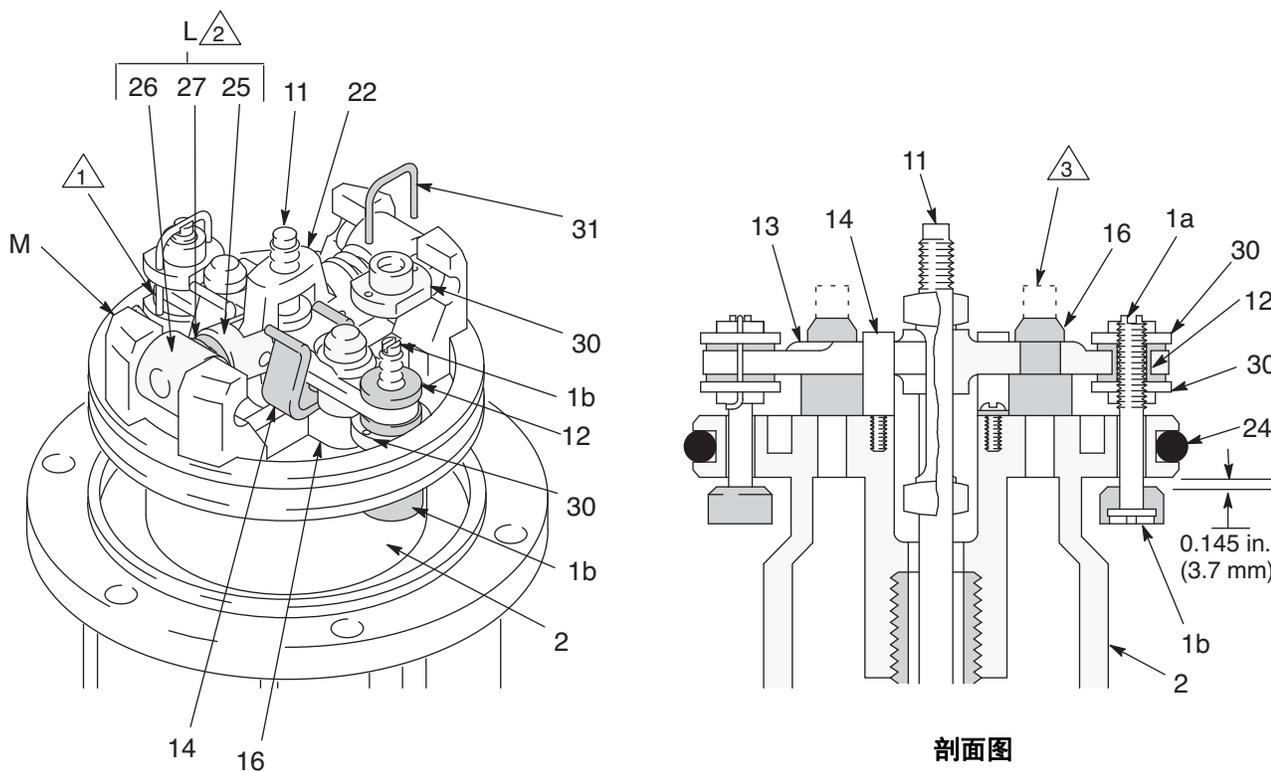

图 5
9. 使用螺丝刀向下推脱扣杆叉架 (22)，然后向下扳动扳钮。从输送阀的调节螺母 (30) 上拆下锁紧线 (31)。拧下顶部螺母。将阀杆 (1a) 拧出索环 (12) 和底部螺母。将阀座提升阀 (1b) 从阀杆上取下并用力挤压，以检查是否有裂纹。(图 5)
10. 用钳子夹住拨动摇杆 (26)。压缩弹簧 (27)，向上旋转肘节组件 (L)，使其脱离活塞凸耳 (M)，然后拆下零件。检查并确认阀致动器 (13) 由弹簧夹 (14) 支撑，但可以轻松滑入其中。(图 5)
11. 卸下跳闸杆叉架 (22)、致动器 (13) 和跳闸杆 (11)。检查排气阀提升阀 (16) 是否破裂。
6. 将排气阀提升阀 (16) 拉入数值致动器 (13)，并见图 5 中虚线所示的顶部。
7. 安装输送阀索环 (12)，然后重新组装阀机构。在将锁紧线 (31) 安装到调节螺母 (30) 中之前，请使用专用仪表 171818 调节转换阀，使提升阀 (1b) 与阀座之间打开时的间隙为 0.145 英寸 (3.7 毫米)。将肘节 (25) 扣到向上位置。(图 5)
8. 重新组装空气马达，然后组装到活塞泵上。用 45 至 55 英尺磅 (61 至 75 牛米) 的扭力将延长管 (64) 拧至底座 (5)。在安装空气马达板之前，请紧紧拧紧喉管密封螺母 (38)；然后将其拧紧。不要拧得太紧。